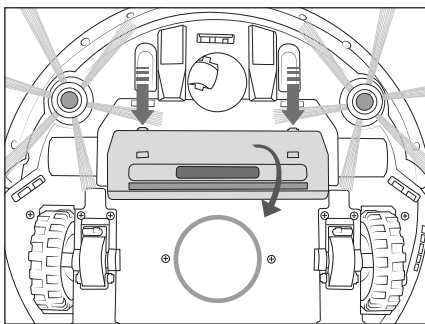

Fig. 12
- 1) Shtypni dy butonat e lirimit për të liruar kapakun e grykës thithëse **20** dhe për ta hequr atë nga pajisja **19** (shih Fig. 12).